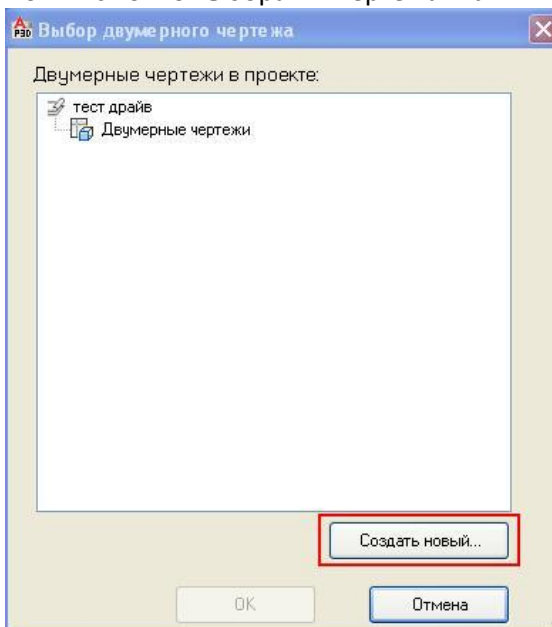

Рис. 119
- Появится окно выбора 2D-чертежа. Нажмите **Создать новый** (Рис. 119).